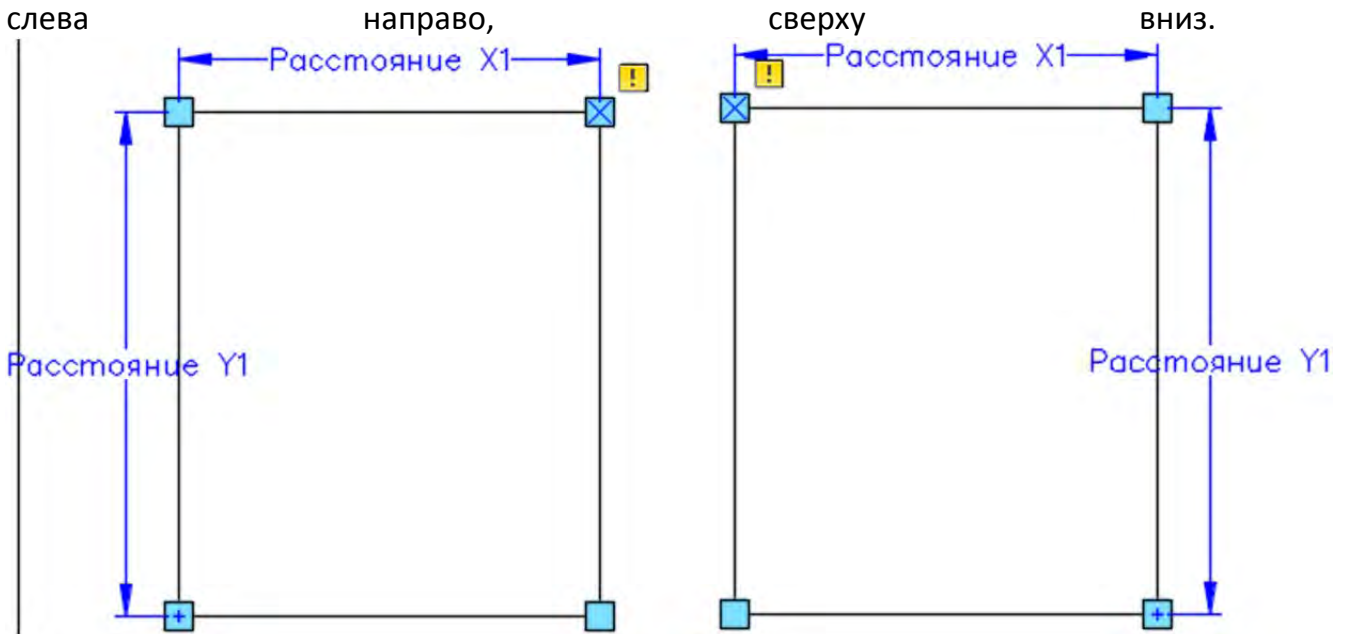

Рисунок 9.30 Установка параметра XY
3. Укажите начальную и конечную точку параметра XY, которые будут определять положение ручек и направление массива. Параметр XY по умолчанию называется «Расстояние X» и «Расстояние Y». Первый параметр массив на рисунок 9.30 определяет направление построения массива справа налево, сверху вниз. Второй параметр определяет направление построения массива слева направо, снизу вверх.